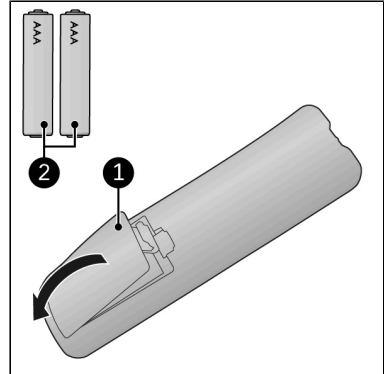

Abbildung 70.
1. Entfernen Sie die Batterieabdeckung (Abbildung 70, Pos. 1).
2. Legen Sie zwei Batterien (AAA 1,5 V) (Abbildung 70, Pos. 2) wie im Batteriefach angegeben ein. Stellen Sie sicher, dass die Batterien richtig eingelegt sind.